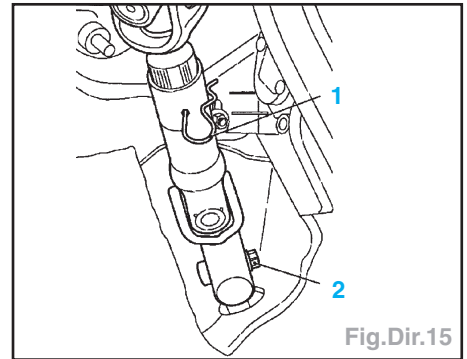

Fig.Dir.15
- Bloquer la compensation de longueur avec l'outil KM-6181 (1) (Fig.Dir.15).